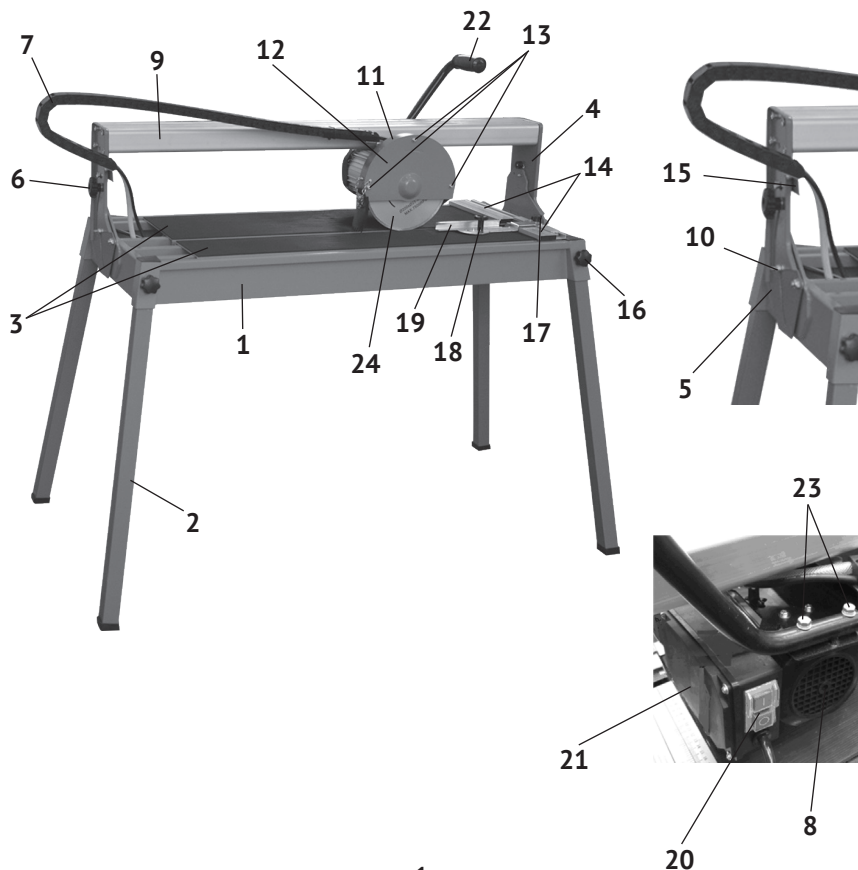

рис.1
1.6 Общий вид и элементы плиткореза представлены на рис.1
1.7 Асинхронный двигатель (рис.1 поз.8) с блоком управления (рис.1 поз.21) и выключателем (рис.1 поз.20) крепится на кронштейне. Кронштейн, за счёт подшипников, перемещает режущий блок (двигатель с блоком управления и отрезным кругом) по салазкам (рис.1 поз.9) вдоль длины рабочего стола (рис.1 поз.3). На вал якоря, между опорным и прижимным фланцами крепится отрезной круг (рис.1 поз.24). Это основной рабочий инструмент плиткореза.
1.8 Выключатель – магнитный пускатель (рис.1 поз.20) расположен на блоке управления. Он имеет две кнопки: зелёная с символом «I» - включение двигателя и красная с символом «0» - выключение двигателя.
На крышке защитного кожуха (рис.1 поз.12) стрелкой указано направление вращения круга.
- вставить ножки (рис.1 поз.2) в отверстия основания (рис.1 поз.1) и закрепить их винтами (рис.1 поз.16);
- закрыть отверстие в поддоне (рис.1 поз.1) пробкой (входит в комплект поставки) и залить воду так, чтобы заборная часть насоса была полностью погружена в воду.
- проверить шлангоукладчик (рис.1 поз.7) со шлангом, не перекручен, свободно перемещается за режущим блоком;
- ослабить с двух сторон винты фиксации угла наклона (рис.1 поз.6);
- повернуть салазки (рис.1 поз. 9) с режущим блоком на нужный угол, совмещая указатель угла наклона (рис.1 поз.10) с нужным показателем шкалы (рис.1 поз.5);